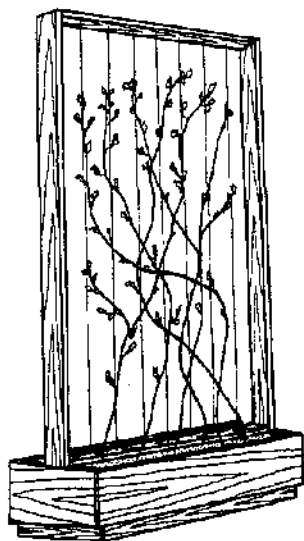

Рис. 188. Рамка-перегородка «живая изгородь»
**Декоративная перегородка.** Удачно украсит интерьер комнаты «живая изгородь» (рис. 188). Представляет она собой большой длинный деревянный ящик-цветник, к которому прикреплена деревянная рамка с вертикально натянутыми лесками толщиной 1 мм. Для крепления лесок в верхнем и нижнем брусках на одинаковом расстоянии просверлите отверстия или забейте маленькие крючки или скобы.